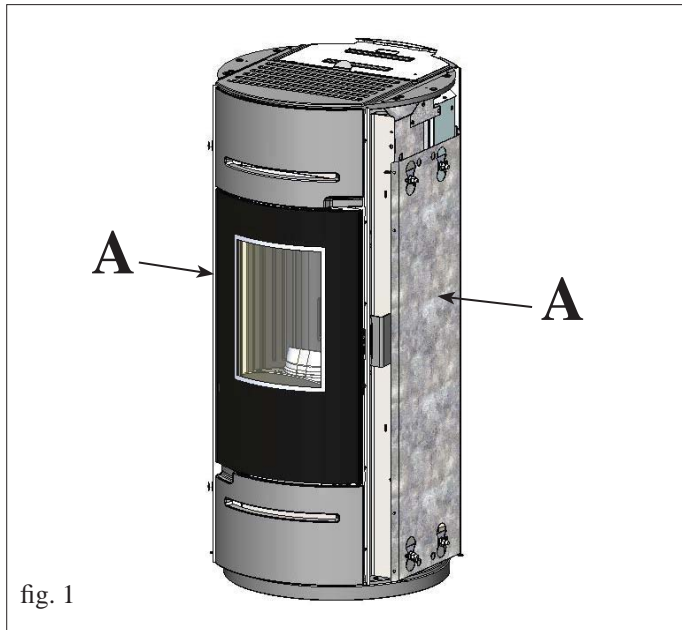

Fig. 1
La estufa se entrega (fig. 1) con los laterales metálicos (A) ya montados para la fijación de los laterales de vidrio.